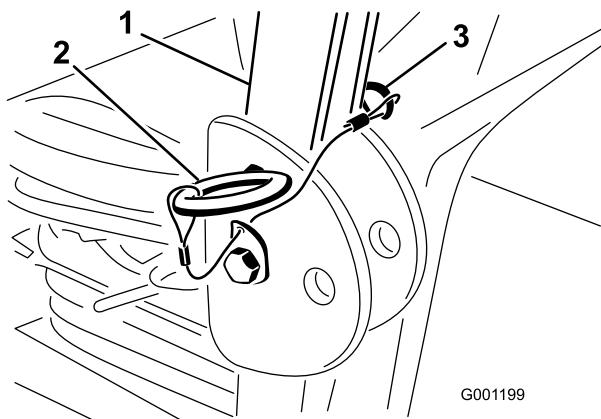

Figura 30
1. Para baixar a barra de segurança, remova os contrapinos e os dois pinos (Figura 30).
3. Instale os dois pinos e fixe-os com os contrapinos (Figura 30).
4. Para levantar a barra de segurança, remova os contrapinos e os dois pinos (Figura 30).
5. Levante a barra de segurança na vertical, instale os dois pinos e fixe-os com os contrapinos (Figura 30).